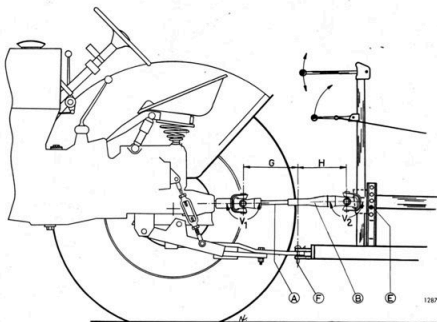
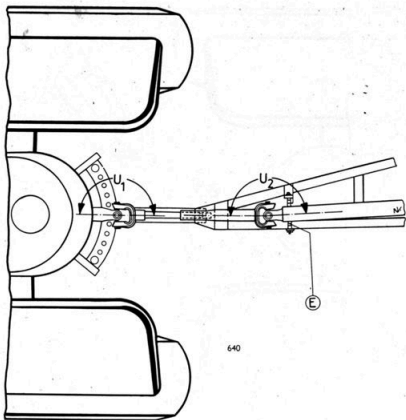

Bild 8.
Bild 10.
På skördetröskans kardanaxel finnes en kardanknut med hylsa. Införes fyrkantaxeln (A) i hylsan (B) uppstår en teleskopartad förbindelse. Bild 8.
Vinklarna vid kardanknutarna måste noga kontrolleras vid sammankopplingen. Härvid skall vinklarna vara lika, såväl då kardanknutarna ses från sidan som uppfifrån. $V_1 = V_2$ Bild 8. Vinkeln $U_1 = U_2$ Bild 10—11.
Denna inställning utföres med kardanlagret (E) som är ställbart i både höjd- och sidled. I höjded kan kardanlagret (E) anbringas i 5 olika lägen. Bild 8. Sidojustering kan utföras genom att skifta distanshylsorna till endera sidan av kardanlagret (E). Bild 8 och 10.
De förut nämnda vinklarna måste förbli sinsemellan lika, även då traktor och skördetröska under körning genom kurvor svänger i förhållande till varandra. Monteringen av drag- och kraftöverföringen måste därför ske så, att dragpunkten (F) kommer mitt emellan kardanknutarna. Avståndet (G) skall vara lika stort som avståndet (H). Bild 8. Då traktorn i kurvor svänger i förhållande till skördetröskan, förkortas avståndet mellan kardanknutarna och fyrkantaxeln skjutes in i hylsan. Denna förskjutbarhet är avsedd att träda i funktion endast vid körning i kurvor.